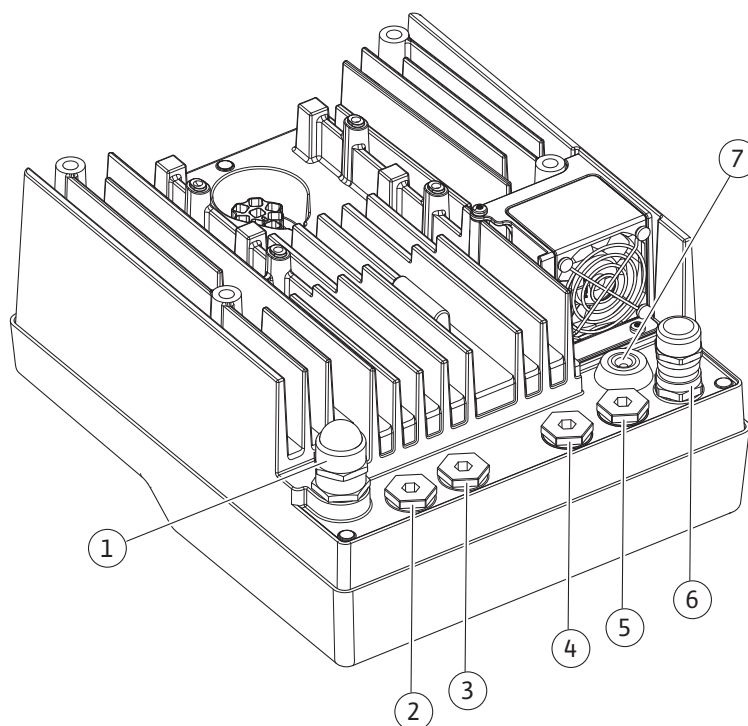

Fig. 10: Στυπιοθλίπτες/συνδέσεις καλωδίων
| Σύνδεση   | Στυπιοθλίπτης καλωδίου | Άνοιγμα διέλευσης καλωδίων Fig. 10Θέση | Αρ. ακροδέκτη |
| Σύνδεση  | Στυπιοθλίπτης καλωδίου | Άνοιγμα διέλευσης καλωδίων Fig. 10Θέση | Αρ. ακροδέκτη                 |
- Στοιχείο CIF στο σύστημα αυτοματισμού κτιρίων (επικοινωνία διαύλου): Η θωράκιση συνδέεται με το άνοιγμα διέλευσης καλωδίων στην ηλεκτρονική μονάδα (Fig. 10).
4. Οδηγήστε το καλώδιο σύνδεσης μέσω του στυπιοθλίπτη καλωδίου M25 (Fig. 10, θέση 1). Σφίξτε τον στυπιοθλίπτη καλωδίου με την προκαθορισμένη ροπή.